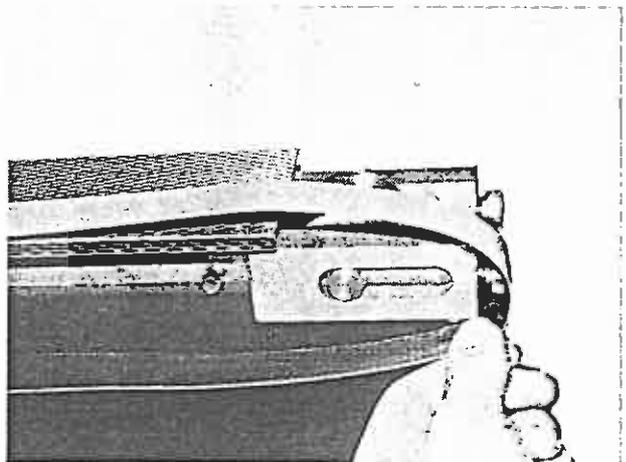

Bild 79
14. Gurtband von der Nachstellrolle abnehmen (Bild 79).